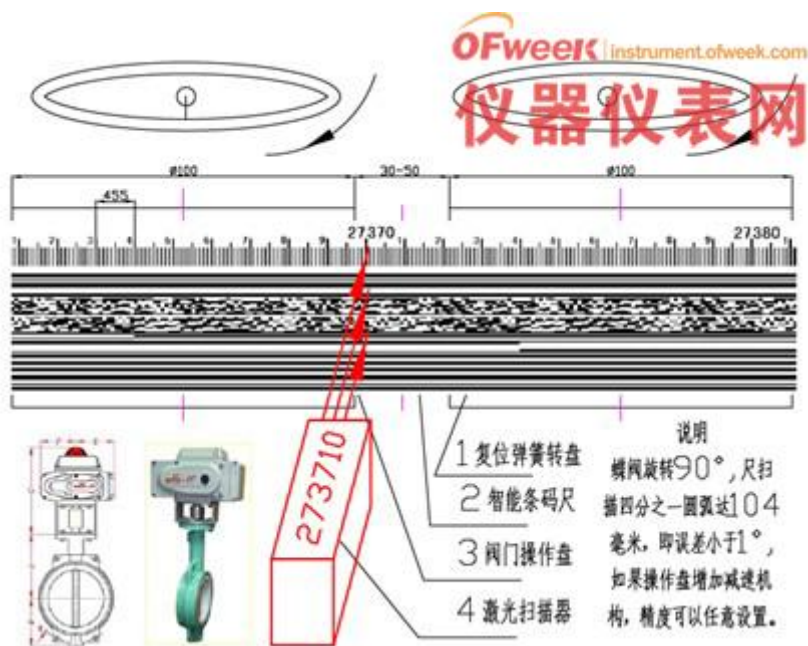

图 6 油位测量示意图
5.3 闸门、阀门开度测量领域，使用光电编码电子尺后，就更加方便的实施闸门、阀门自动控制。如图 6 示。